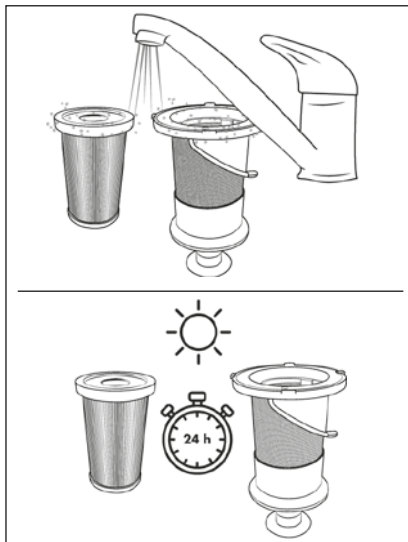

Fig. 20
- 5) Rincez le filtre HEPA 5 et le filtre en acier inoxydable 6 sous l'eau froide ou tiède. Laissez le filtre HEPA 5 et le filtre en acier inoxydable 6 sécher complètement à l'air avant de les replacer dans le bac à poussière 7 (voir fig. 20).